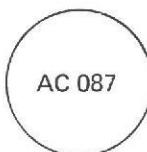

Fig. 29 – Farverreferenciplade
**Mindre lakkskader (fig. 29)**
Farverreferencen (fig. 29) står anført på en metalplade under motorhjelmen på højre side af torpedoen.